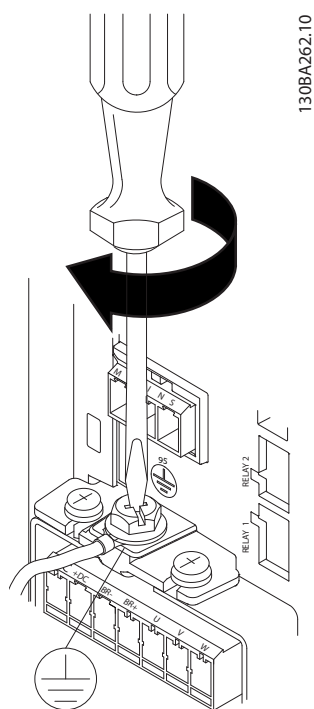

Bild 3.9 Montera jordkabeln
2. Montera jordkabeln enligt anvisningarna i Bild 3.9.